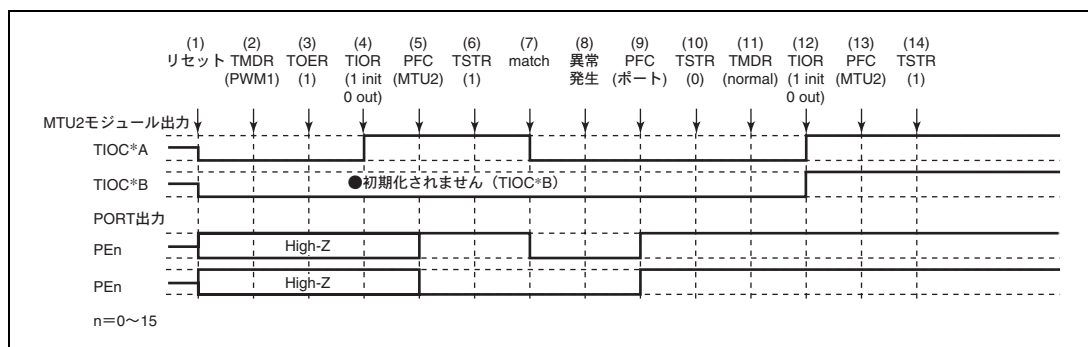

図 27.121 PWM モード 1 で異常が発生し、ノーマルモードで復帰する場合
PWM モード 1 で異常が発生し、再設定後ノーマルモードで再スタートする場合の説明図を図 27.121 に示します。
(1) ~ (10) は図 27.121 と共通です。
(11) PWM モード 1 で再スタートする場合には必要ありません。
(12) TIOR で端子を初期化してください (PWM モード 1 では TIOC*B 側は初期化されません)。
(13) 汎用入出力ポートで本モジュール出力としてください。
(14) TSTR で再スタートします。
(11) PWM モード 2 を設定します。
(12) TIOR で端子を初期化してください (PWM モード 2 では周期レジスタの端子は初期化されません)。
(13) 汎用入力ポートで本モジュール出力としてください。
- (1) ~ (10) は図 27.121 と共通です。
- (11) 位相計数モードを設定します。
- (12) TIOR で端子を初期化してください。
- (13) 汎用入出力ポートで本モジュール出力としてください。
- (14) TSTR で再起動します。
(11) 波形生成部の初期化のためノーマルモードを設定してください。
(12) TIOR で PWM モード 1 の波形生成部を初期化してください。
(13) TIOR で PWM モード 1 の波形生成部の動作を禁止してください。
(14) TOER でチャンネル 3、4 の出力を禁止してください。
(15) TOCR で相補 PWM の出力レベルと周期出力の許可禁止を選択してください。
(16) 相補 PWM を設定します。
(17) TOER でチャンネル 3、4 の出力を許可してください。
(18) 汎用入出力ポートで本モジュール出力としてください。
(19) TSTR で再スタートします。